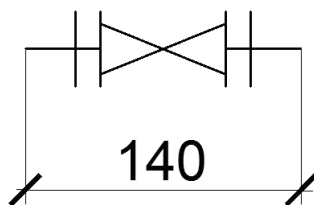

Рис. 119. Изображение блока размера
*Размер в AutoCAD — сложный объект (блок), состоящий из: выносных линий, размерной линии, размерного текста и стрелочек или засечек (рис. 119).*